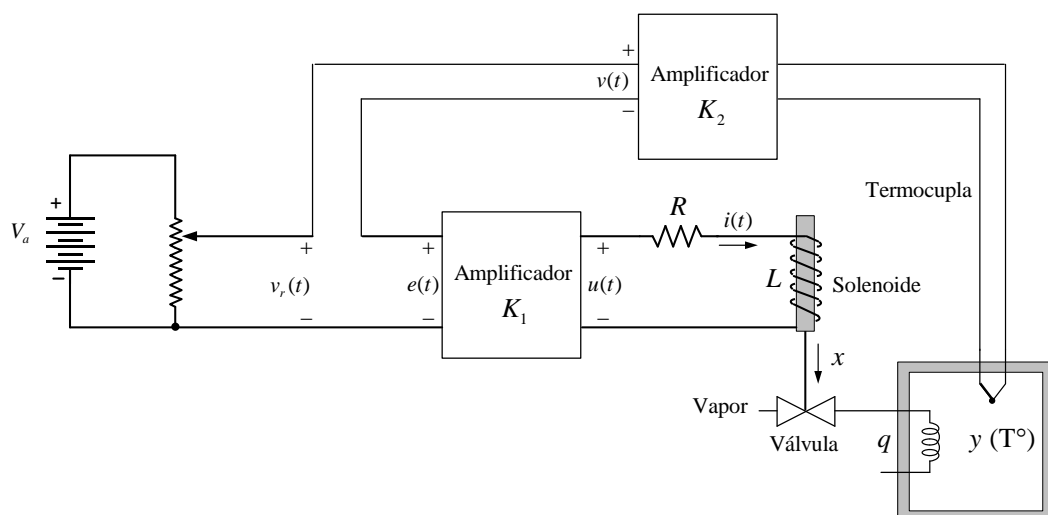

Figura 1.
Considere el sistema de control de temperatura a lazo cerrado de la Figura 1. En este sistema se pretende controlar la temperatura $y(t)$ dentro de la cámara, la cual es calentada a través de vapor. El flujo del vapor $q(t)$ utilizado en el sistema es proporcional a la apertura $x(t)$ de la válvula, o sea $q(t) = K_q x(t)$. Esta apertura es controlada mediante un solenoide, y la misma es proporcional a la corriente $i(t)$ en su bobina, es decir $x(t) = K_s i(t)$. En el sistema indicado también se considera que la temperatura de la cámara y el flujo de vapor $q(t)$ están relacionados por la ecuación (1)
- a. En la figura 1 indicar las partes del sistema de control: planta, actuador, controlador y sensor.